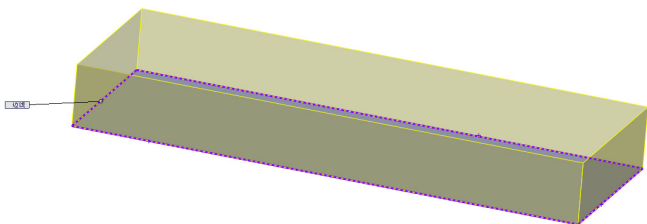

图 7-65 选择4条边线对象
(4) 在绘图区中，依次选择 4 条边线对象，如图 7-65 所示。